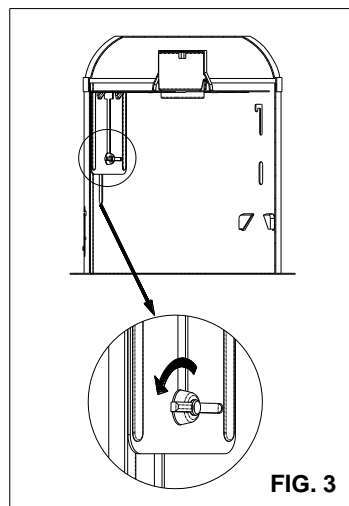

FIG. 3
- Remueva la TUERCA MARIPOSA ubicada dentro del ALOJAMIENTO DE LA LÁMPARA para soltar la ABRAZADERA DEL PORTALÁMPARAS. Desconecte el PORTALÁMPARAS de la ABRAZADERA DEL PORTALÁMPARAS. **(FIG. 3)**
2. Si usted está usando las ABRAZADERAS, apriete los dos brazos del RESORTE DE TORSIÓN e inserte en las RANURAS (o RECEPTOR DE ABRAZADERA) de el PORTALÁMPARAS. Mete todos los cables en el PORTALÁMPARAS y empuje con cuidado la reconversión ADAPTADOR DECORATIVO en PORTALÁMPARAS. **(FIG. 3 y 5)**
1. Dévissez l'ÉCROU À OREILLES situé à l'intérieur du BOÎTIER pour détacher le SUPPORT DE LA DOUILLE. Dégagez la DOUILLE du SUPPORT. (FIG. 3)